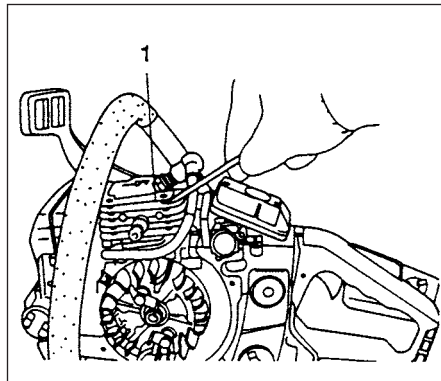

Fig.3-9
**Pulizia delle alette del cilindro (Fig. 3-9)**